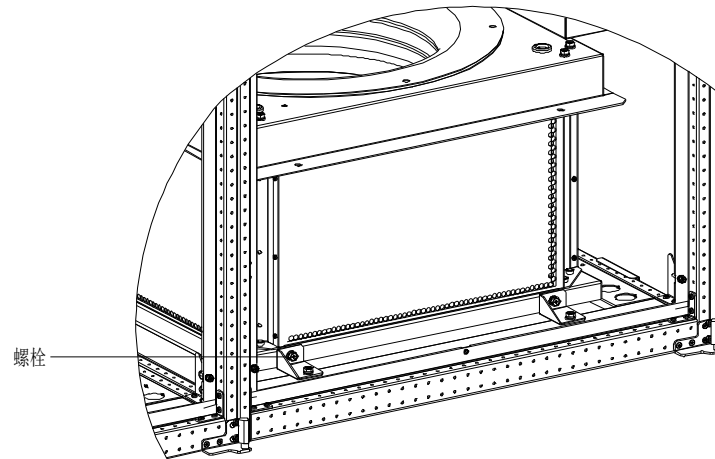

图3-16 固定螺栓位置
- 3、剪掉扎紧风机电缆的线扎，使电缆长度能够满足风机下沉需要，然后拆掉风机运输固定螺栓（见图 3-16，共 4 处）；